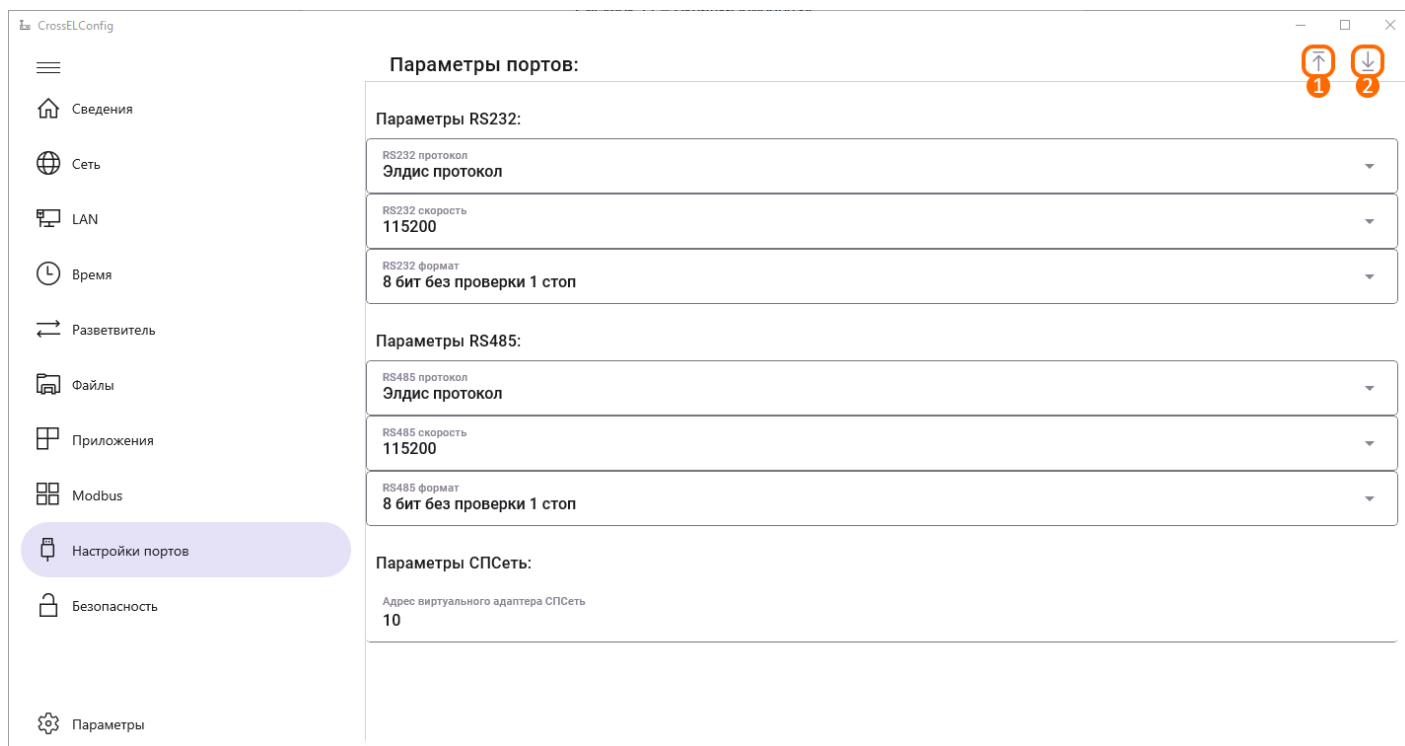

Рисунок 12 – Вкладка «Настройки портов»
Вкладка позволяет настроить RS-232/485 для доступа к оперативным данным по протоколу Modbus RTU/ASCII/TCP, которые модем фиксирует посредством установленного приложения (рис. 12). Также на данной вкладке есть возможность конфигурации для транзитных запросов RS-232 ↔ RS-485 и настройка виртуального адреса адаптера для работы с многофункциональными приборами ЗАО «НПФ ЛОГИКА» по магистральному протоколу с маркерным доступом.
- Кнопка записи параметров (рис. 12, элемент 1) позволяет записать настройки портов;
- Кнопка чтения параметров (рис. 12, элемент 2) позволяет считать настройки портов.